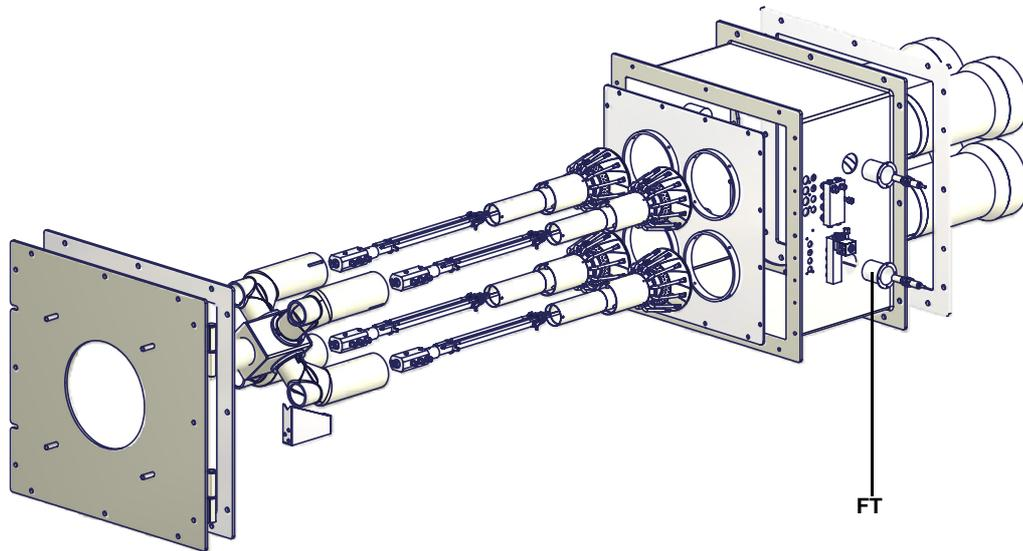
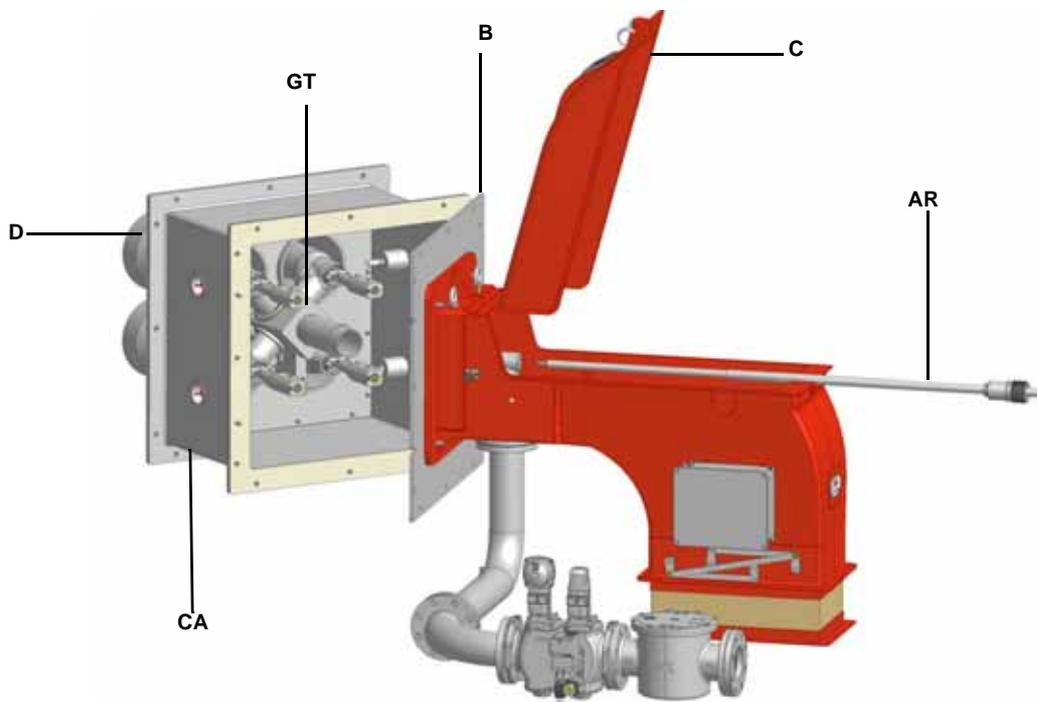

Рис. 9
Рис. 10
- Демонтировать, проверить и почистить голову сгорания (см. Рис. 9).
- Проверить запальные электроды, почистить, отрегулировать и, при необходимости, заменить (см. Рис. 9 - Рис. 10).
ВНИМАНИЕ: если во время обслуживания горелки понадобится разобрать газовую рампу, снять с нее компоненты, не забудьте впоследствии, установив их обратно на место, произвести тест на герметичность, согласно требований действующих нормативов! Демонтируйте, проверьте и почистьте головку сгорания (см. Рис. 9).